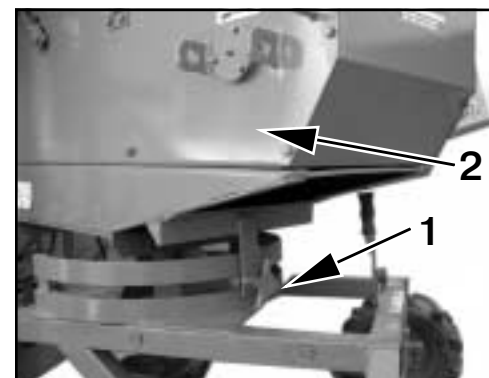

Рис. 6
**6.2.** Гайкой 1 (рис.6) растормозите вращение отгрузочного транспортера 2, разверните его в нужном направлении, зафиксируйте.